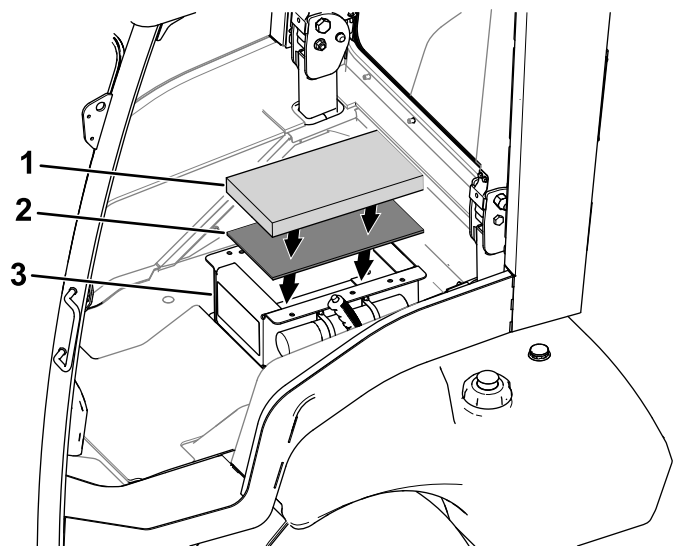

Рисунок 19
1. Установите накладку основания сиденья (тонкую) внутрь основания сиденья (Рисунок 19).
2. Установите накладку основания сиденья (толстую) внутрь основания сиденья (Рисунок 19).